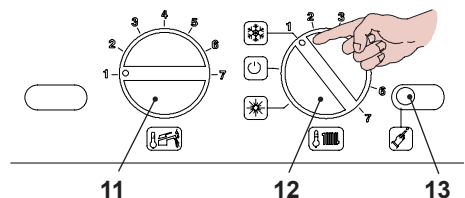
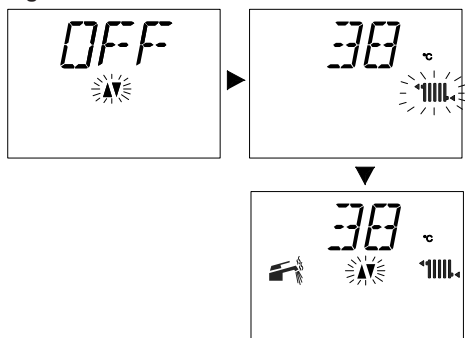

Fig. 6.5
Fig. 6.6
- Ruotare il selettore di funzione 12 come indicato in Fig. 6.5, la caldaia è nella funzione "attesa inverno" nel LCD comparirà l'indicazione visiva riportata nella Fig. 6.6.